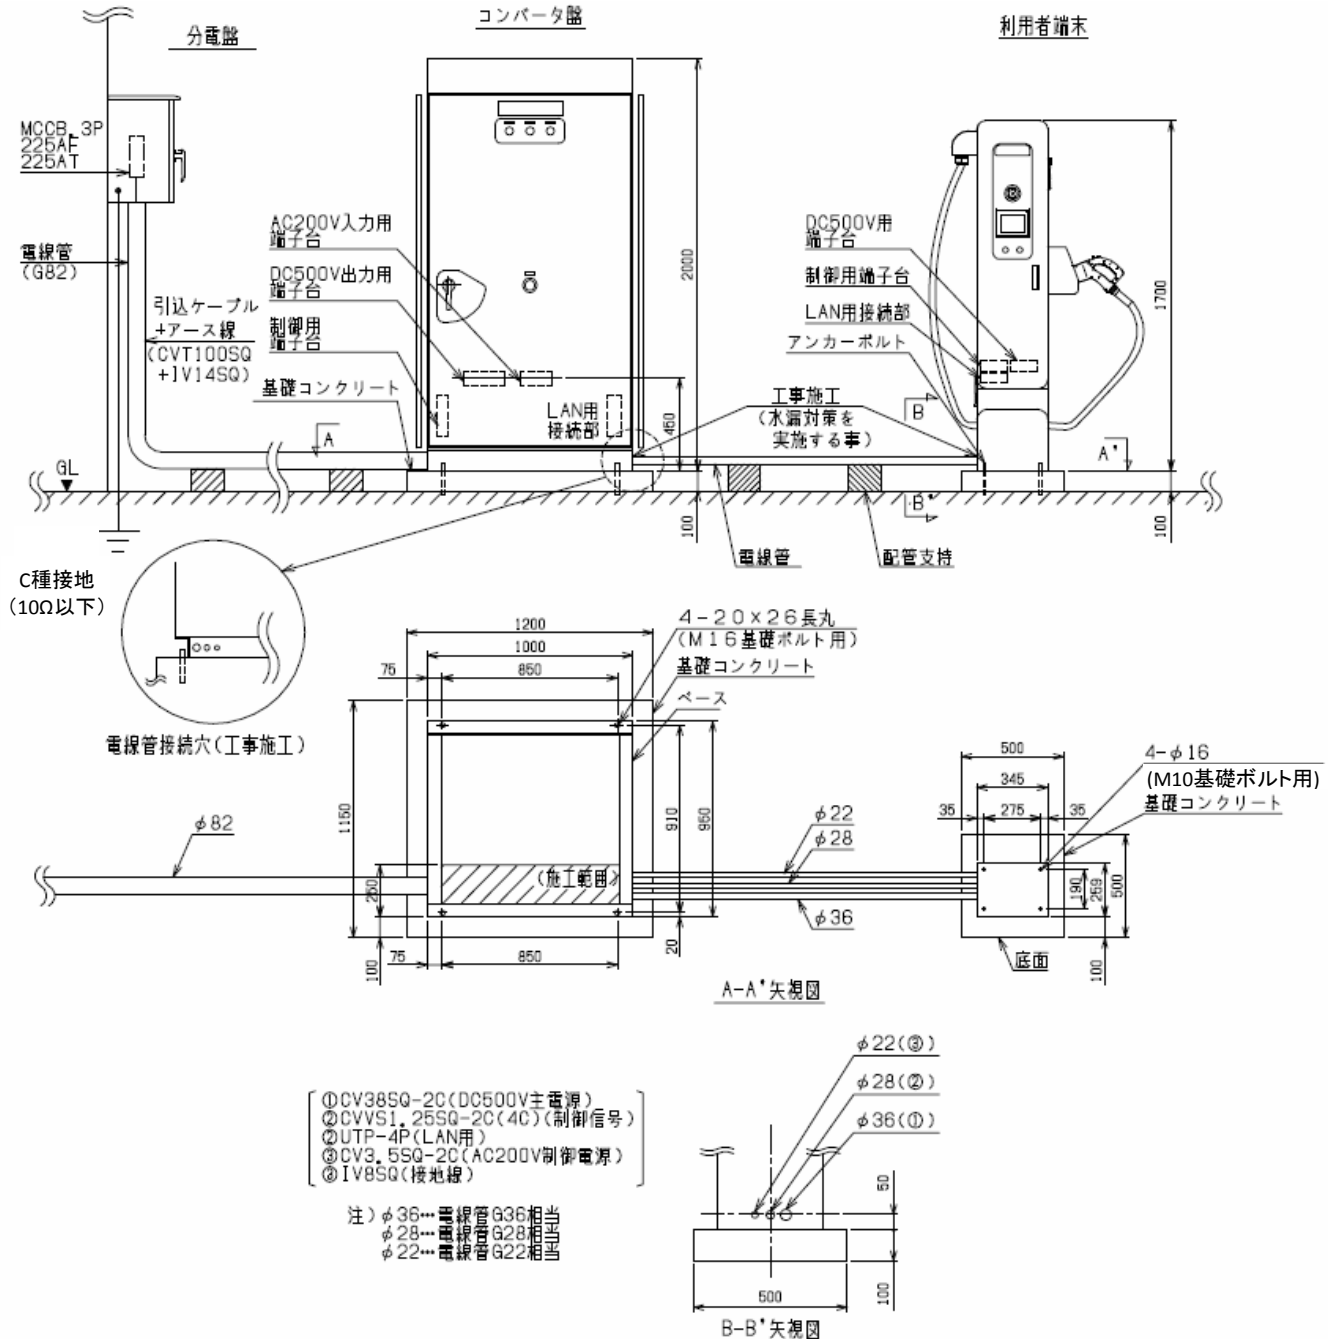

図6 コンバータ盤と利用者端末の施工例2
(1) 装置を設置する際は、図6のように基礎コンクリートの上に据付けてください。